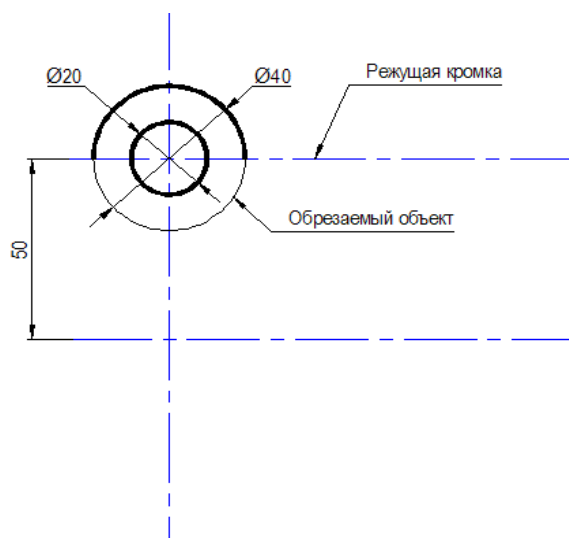

Рис. 53
- 2) В слое **ОСИ** командой **Отрезок** провести вертикальную и горизонтальную осевые линии (рис. 53).
- 3) Командой **Сместить** получить копию горизонтального отрезка на расстоянии 50 мм (рис. 53).
- 4) В слое **КОНТУР** командой **Круг** провести окружности заданного диаметра (рис. 53).
- 5) Командой **Обрезать** удалить нижнюю часть окружности Ø40 (рис. 53).